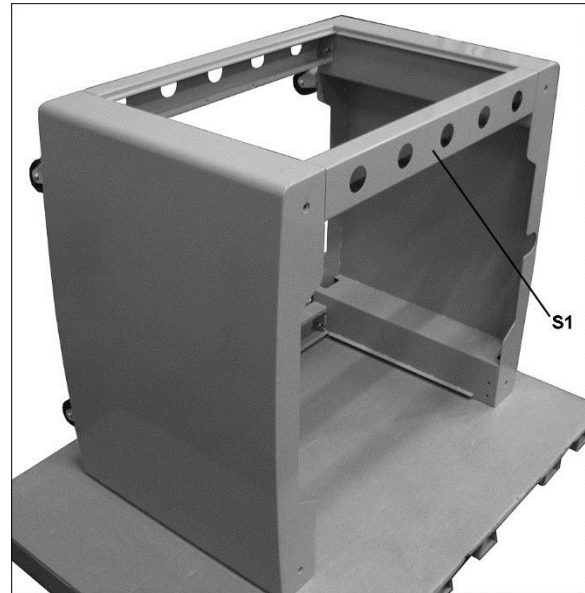

Figure 7-11
6. Tourner l'assemblage sur son côté et installer une troisième entretoise de la même manière (Figure 7-11). Serrer les vis.